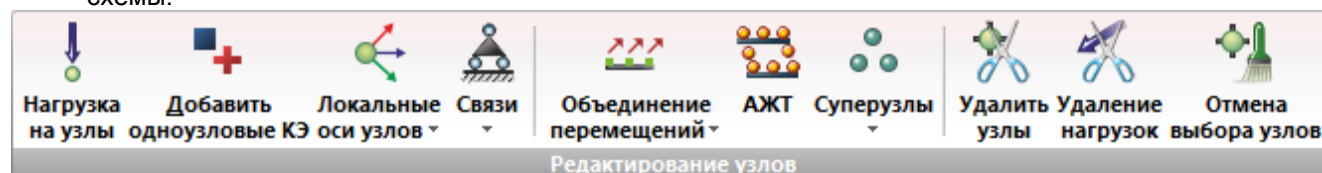

Рис.102. Панель **Редактирование узлов**
- **Редактирование узлов** (рис.102) – операции по назначению и редактированию свойств узлов схемы.
Панель **Редактирование узлов** (рис.102) содержит следующие команды: